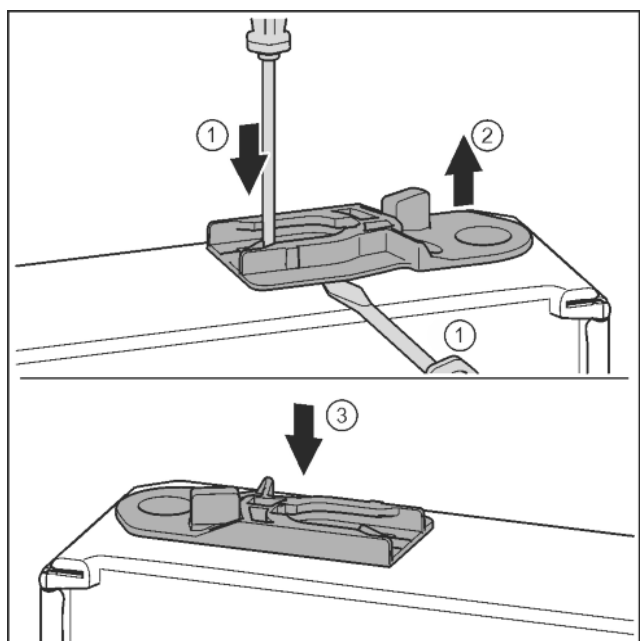

Fig. 31
- ▶ Geleidingsbus eruit trekken: Lip met de sleufschroevendraaier indrukken en gelijktijdig de sleufschroevendraaier onder de geleidingsbus plaatsen. *Fig. 31 (1, 2)*
- ▶ De bij de levering geleverde geleidingsbus op de andere zijde van de behuizing aanbrengen. *Fig. 31 (3)*